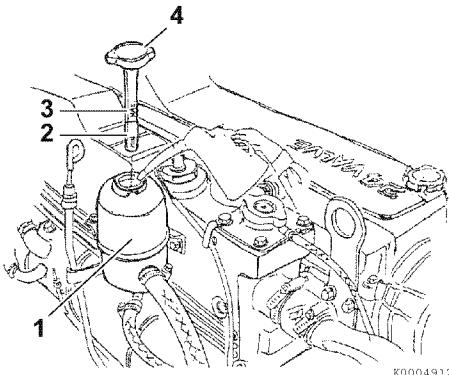

Figura 7
1. Rimuovere il tappo/l'astina per il rifornimento (4, **Figura 7**) dal serbatoio di servizio dell'olio del servosterzo (1, **Figura 7**) e strofinare con un panno pulito.
3. Estrarre l'astina. Controllare che il livello dell'olio sia compreso tra la tacca in alto (3, **Figura 7**) e quella inferiore (2, **Figura 7**) riportate sull'astina.